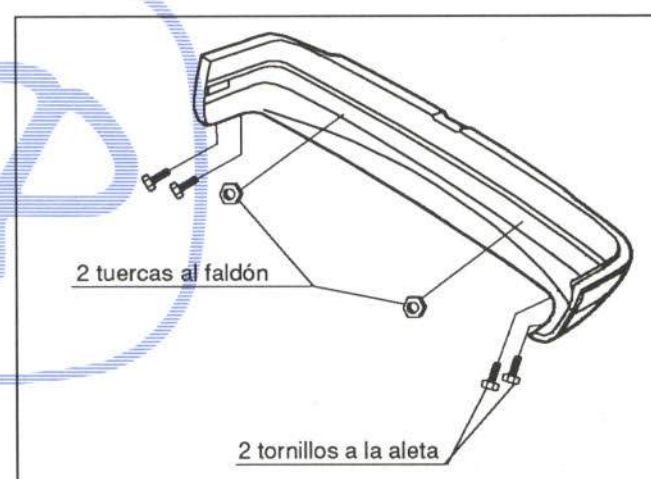

Figura 56.- Fijación del paragolpes trasero
En la figura 56 se muestra la fijación del paragolpes trasero.
- Paragolpes (figura 56)